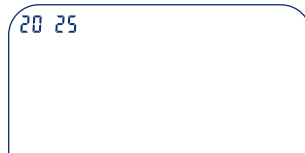

Figure 1
- Après l'insertion des piles lors de la première mise en service ainsi qu'après un remplacement des piles, la date et l'heure doivent être réglées à nouveau. L'année clignote sur l'écran (Figure 1).